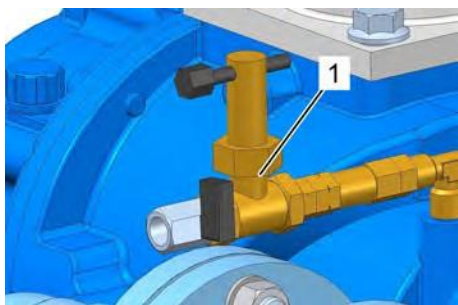

Рис. 32: Шаровой кран
4. → Закройте шаровой кран (Рис. 32/1) в шлангопроводе между насосом и компрессором.
13. ► Откройте шаровой кран (Рис. 32/1) в шлангопроводе между насосом и компрессором.